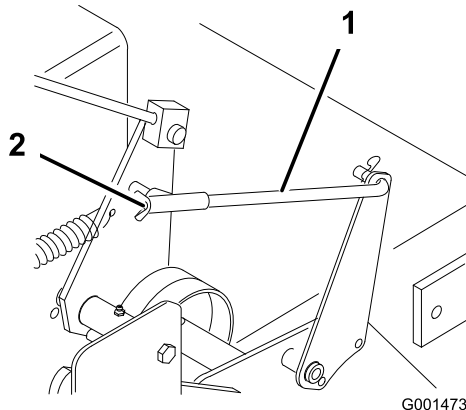

Figure 38
5. Pour régler le frein, tournez les écrous à oreilles sur les tiges de frein (Figure 38).